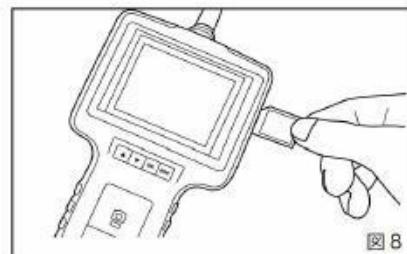

図8
- ①電源がオフの状態であることを確認してください。
- ②SDカード差し込み挿入口にSDカードの電極部分が奥側へ向くように挿入してください。(図8)